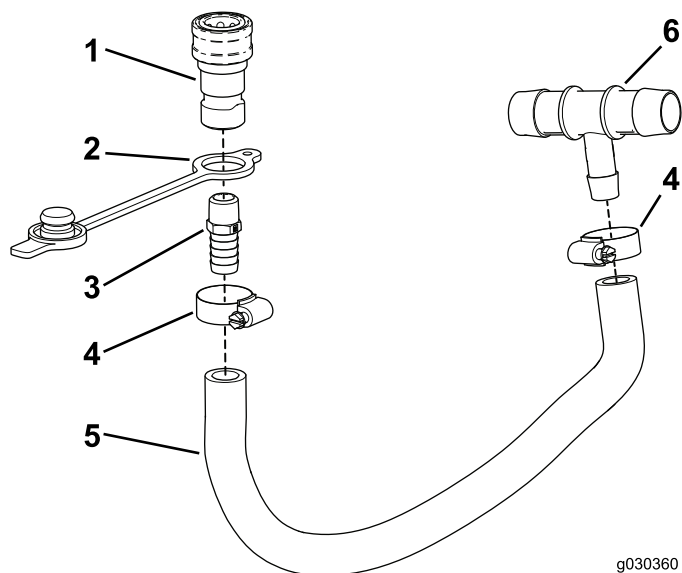

図 32
2. ストレートフィッティング 3/8 NPT x 0.625 バーブをメスのカップラに取り付ける 図 32。
4. アセンブリのバーブ側の端部にダストプラグを挟み込む 図 32。
6. ストレートフィッティングのバーブ側をホースに接続してクランプで固定する 図 32。
7. T字フィッティングのバーブ側をホースに接続してクランプで固定する 図 32。